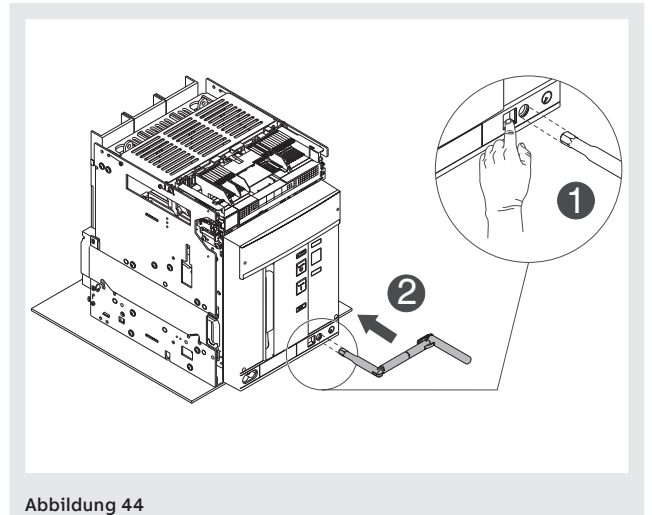

Abbildung 44
9. Die Verriegelungstaste drücken und die Handkurbel in das bewegliche Teil stecken. In dieser Phase befindet sich das bewegliche Teil noch in der Position **DISCONNECT**. Siehe Abbildung 44.